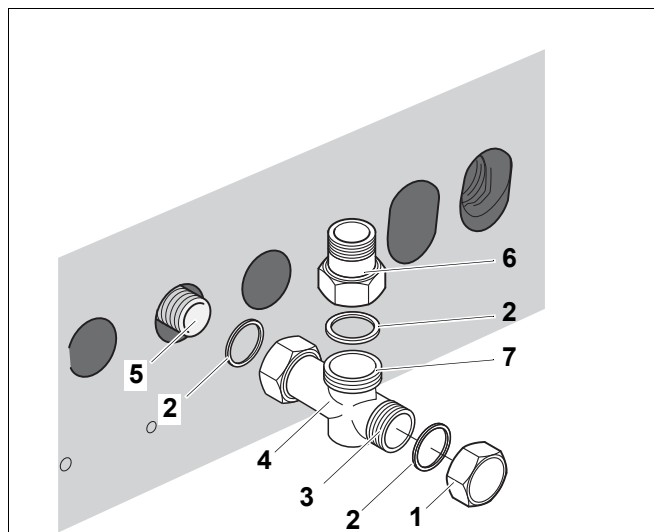

Рис. 9 Монтаж подключения обратной линии на котле Logano G124 WS
- Установить уплотнение (Рис. 9, **поз. 2**) в накидную гайку тройника (Рис. 9, **поз. 4**), который входит в объем поставки.
- Крепко закрутить тройник (Рис. 9, **поз. 4**) на подключении обратной линии отопительного котла RK (Рис. 9, **поз. 5**).
Если Вы не пользуетесь системой быстрого монтажа (дополнительный заказ), то подключите обратную линию через поставляемый переходник G 1¼ на R 1 (Рис. 9, **поз. 6**).
- Установить уплотнение (Рис. 9, **поз. 2**) в накидную гайку переходника G 1¼ на R 1 (Рис. 9, **поз. 6**), входящего в объем поставки.
- Установить поставляемый переходник G 1¼ на R 1 (Рис. 9, **поз. 6**) для обратной линии системы отопления (Рис. 9, **поз. 7**) на 90°-ый отвод тройника.
Если Вы не подключаете бак-водонагреватель, то нужно заглушить тройник (Рис. 9, **поз. 4**), установив торцевую крышку (Рис. 9, **поз. 1**).
- Установить торцевую крышку (Рис. 9, **поз. 1**) вместе с уплотнением (Рис. 9, **поз. 2**).
- Подсоединить обратную линию бака-водонагревателя к нижнему отводу тройника (Рис. 9, поз. 3, стр. 27).